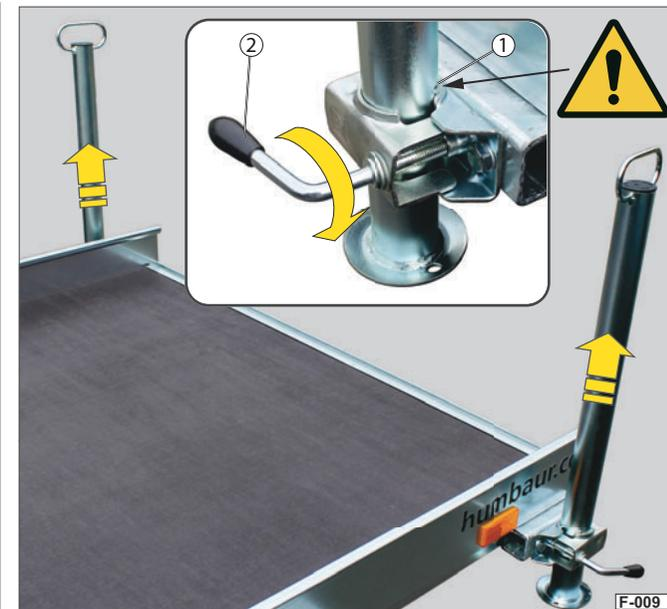

Abb. 9 Schiebestütze hochstellen (Fahrstellung)
- ▶ Drehen Sie den Knebelgriff (Abb. 9/2) auf.
- ▶ Ziehen Sie die Schiebestütze am Griff hoch. Der Schweißpunkt (Abb. 9/1) sollte auf der Kante der Klemmschelle aufliegen.